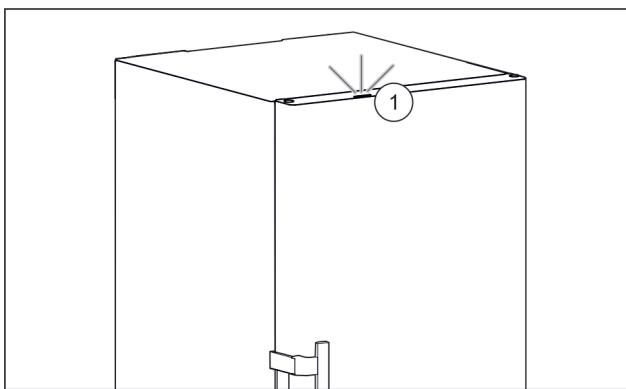

Fig. 41 Активне підсвічування стану, коли дверцята зачинено
- ▷ Підсвічування стану Fig. 41 (1) активовано.